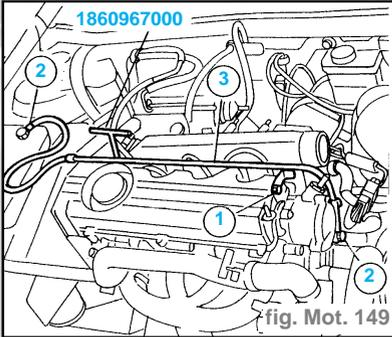

fig. Mot. 149
- A l'aide de l'outil **1860967000**, dévisser le raccord sur la culasse, dévisser la vis (1), enlever les colliers (2), puis débrancher la tubulure du liquide de refroidissement (3) de la culasse (fig. Mot. 149).